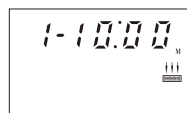

图2A
- U1罐运行，U2罐正洗显示：图2A/2B/2C/2D/2E每隔5秒循环显示；